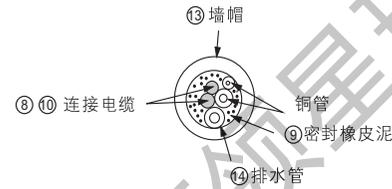
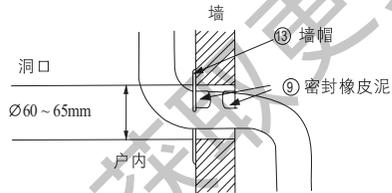

图30
图29
- 2 用附件⑬墙帽及附件⑨密封橡皮泥来整理墙上的洞,如图29、图30。